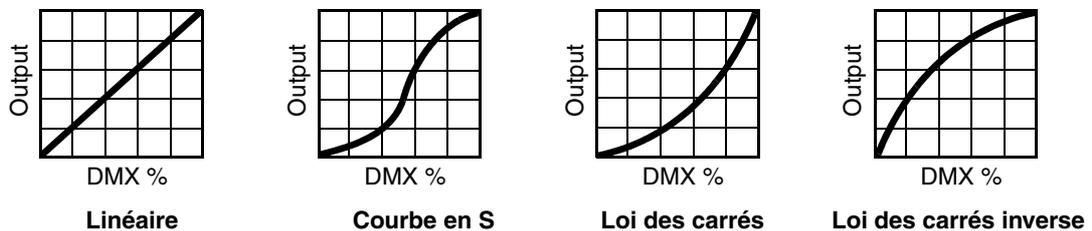

Figure 3: Courbes de gradation
- **DIMMER CURVE** fournit 4 courbes de gradation (voir Figure 3):